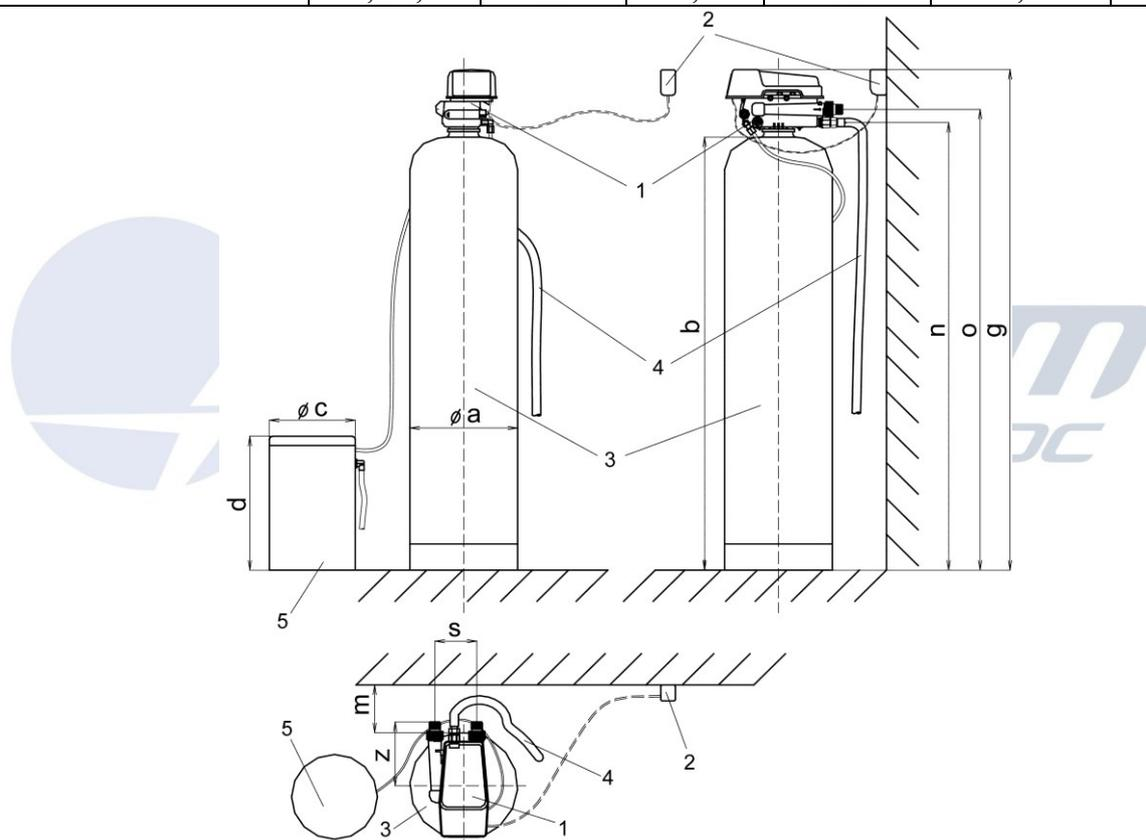

Рис. 1. Справочные размеры для фильтров умягчения серии «HFS».
Справочные размеры для фильтра серии «HFS» с корпусом 14 дюймов в диаметре приведены на Рис.1 и в Таблице 2.
Таблица 2. Справочные размеры к Рис. 1 (в мм).
4.1. Фильтры умягчения насыпного типа серии «HFS состоят из следующих основных частей (см. Рис.1): управляющий клапан, обводной вентильный канал, корпус, бак для хранения и приготовления раствора NaCl, поддерживающая засыпка и фильтрующая среда.